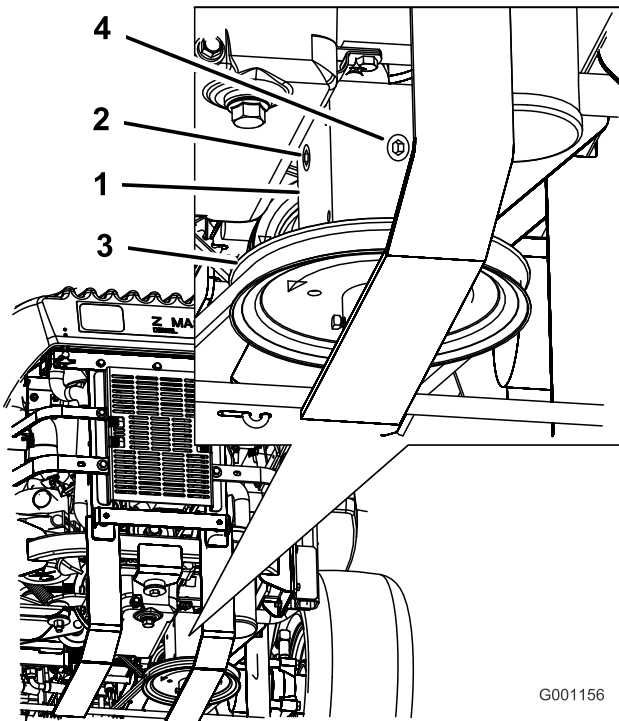

Figure 53
4. Enlevez le bouchon latéral ou arrière du boîtier (Figure 53).